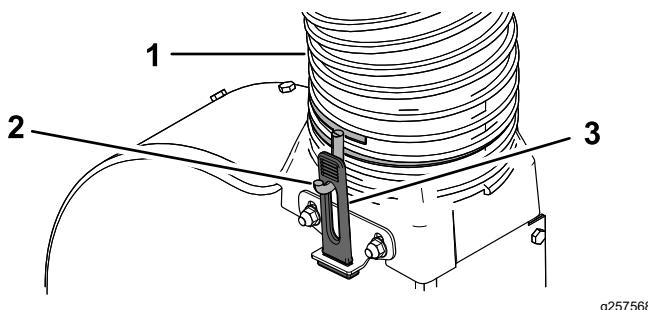

Figura 22
3. Instale o tubo sobre a transição do soprador de forma a que o tubo forme uma curva de aproximadamente 90 graus a partir do capot. Ajuste a orientação dos ganchos da braçadeira de tubos como necessário de forma a que fiquem alinhados com os trincos de borracha e prenda o tubo esticando os trincos de borracha sobre os ganchos (Figura 22).
2. Enrosque a braçadeira de tubos na outra extremidade do novo tubo duas a três voltas (Figura 22).